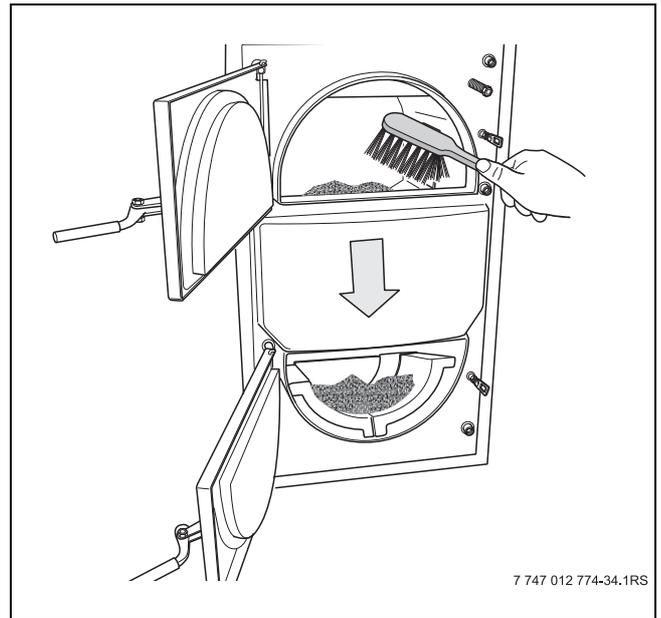

Fig. 27 Pulizia del vano di riempimento
- Spazzare i residui della combustione nel ceneraio attraverso la piastra forata (→ fig. 27).